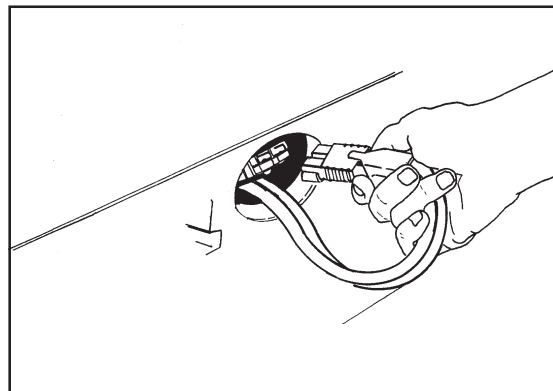

Figura 22
4. Conecte el empalmador de las baterías al empalmador del cable de alimentación del cuadro de mando (véase figura 22)